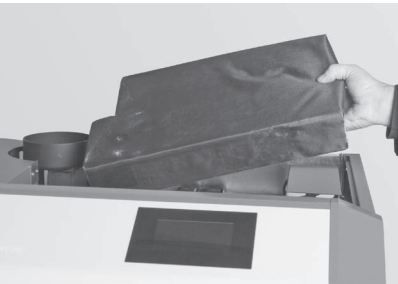

Fig. 63 Rimuovere l'isolamento
► Togliere l'isolamento dal coperchio delle superfici riscaldanti – Fig. 63.